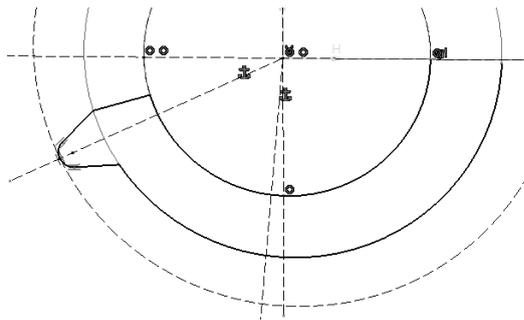

图 5-140
- 双击“快速修剪”按钮修剪图形, 如图 5-140 所示。